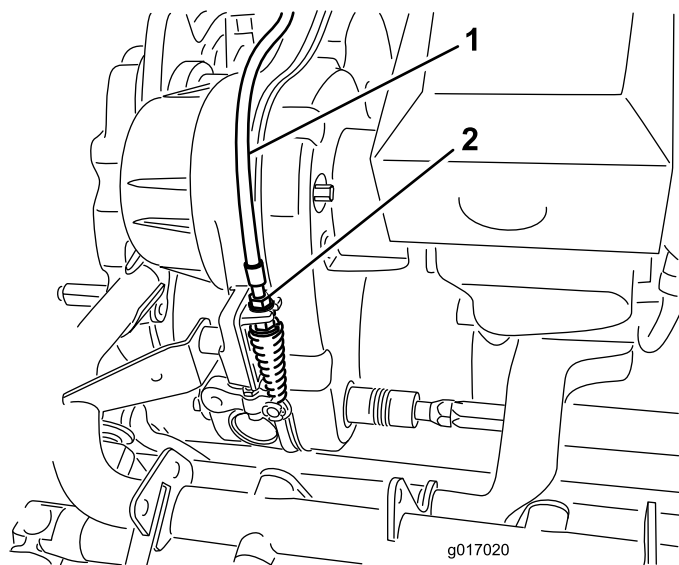

Figura 47
2. En el soporte de la transmisión, ajuste el cable de control del molinete (Figura 47), para obtener una longitud de 70,6–72,4 mm.